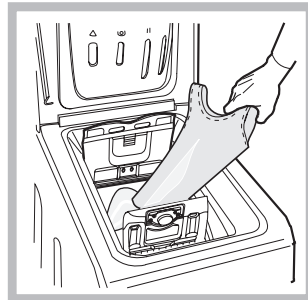

рис. 3
C) ЗАГРУЗКА СТИРАЛЬНОЙ МАШИНЫ (рис. 3):